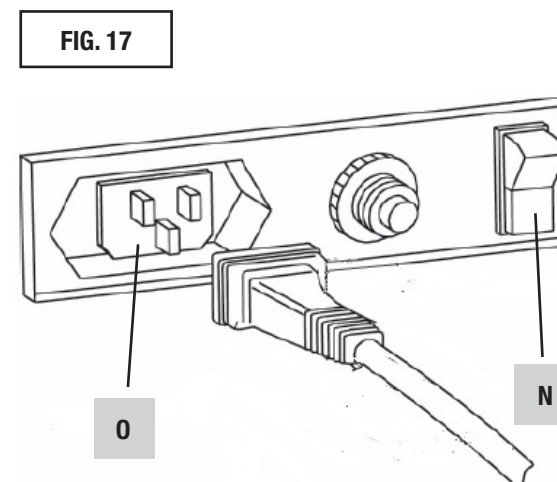

FIG. 17
- Accertarsi che l'interruttore di rete N (Fig. 17) sia in posizione "0", Off prima di inserire la spina del cavo di alimentazione nella presa di rete.
Sul retro dell'attrezzo è presente la presa alla quale va allacciato il cavo di alimentazione e l'interruttore generale N (Fig. 17) che permette di accendere o spegnere l'attrezzo e infine un dispositivo di protezione, per proteggere l'apparecchio da sbalzi di tensione e interferenze.
Quando, a causa di uno sbalzo di tensione, scatta il dispositivo di protezione, è necessario premere il pulsante di Reset 0 (Fig. 17) per il ripristino.